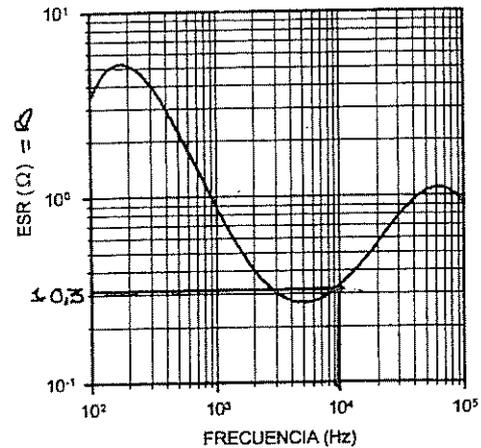

Figura 2. Resistencia serie equivalente (ESR) del condensador en función de la frecuencia a temperatura nominal.
• calculamos R_s con la figura 2.